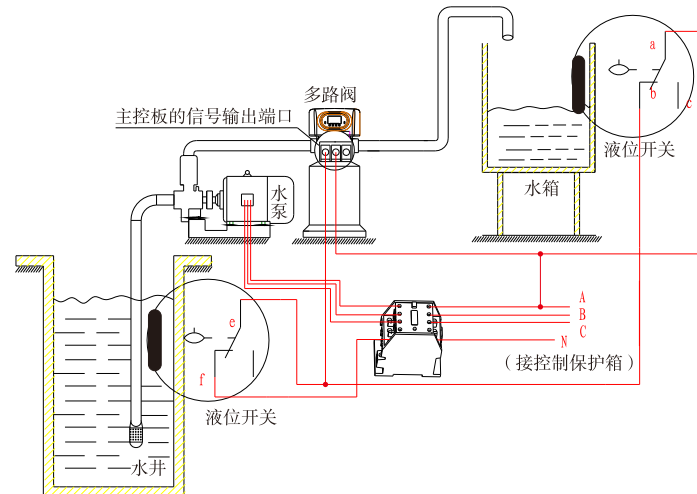

图3-6 通过水箱液位控制380V进水泵的接线图
3) 通过水箱液位开关控制进水泵（三相电机，图3-6）（设为b-01）